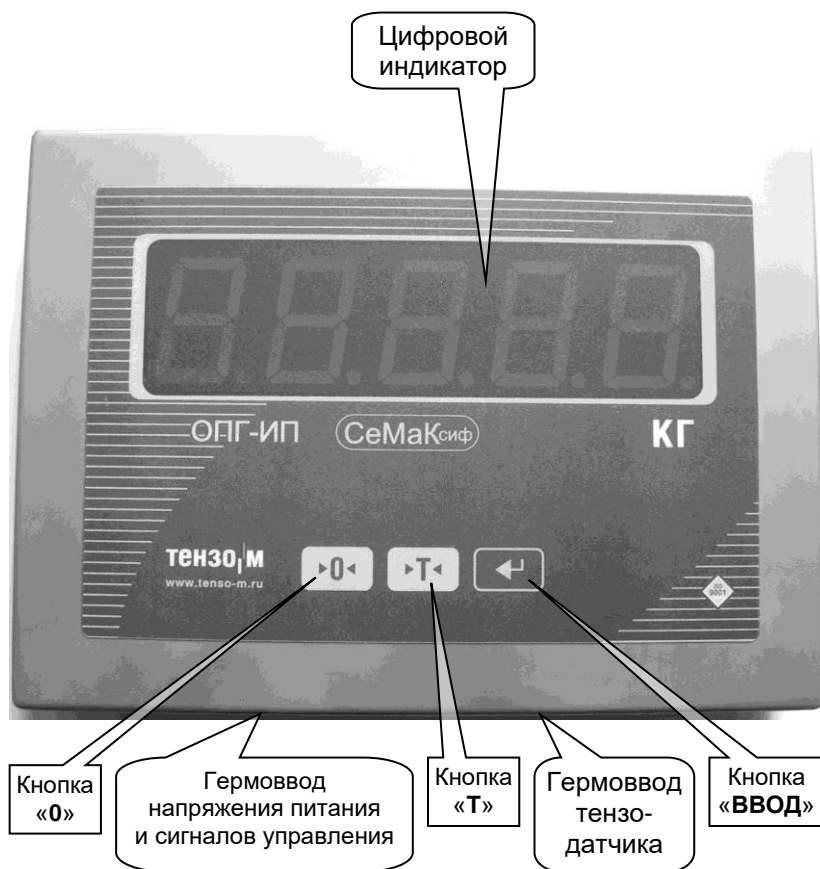
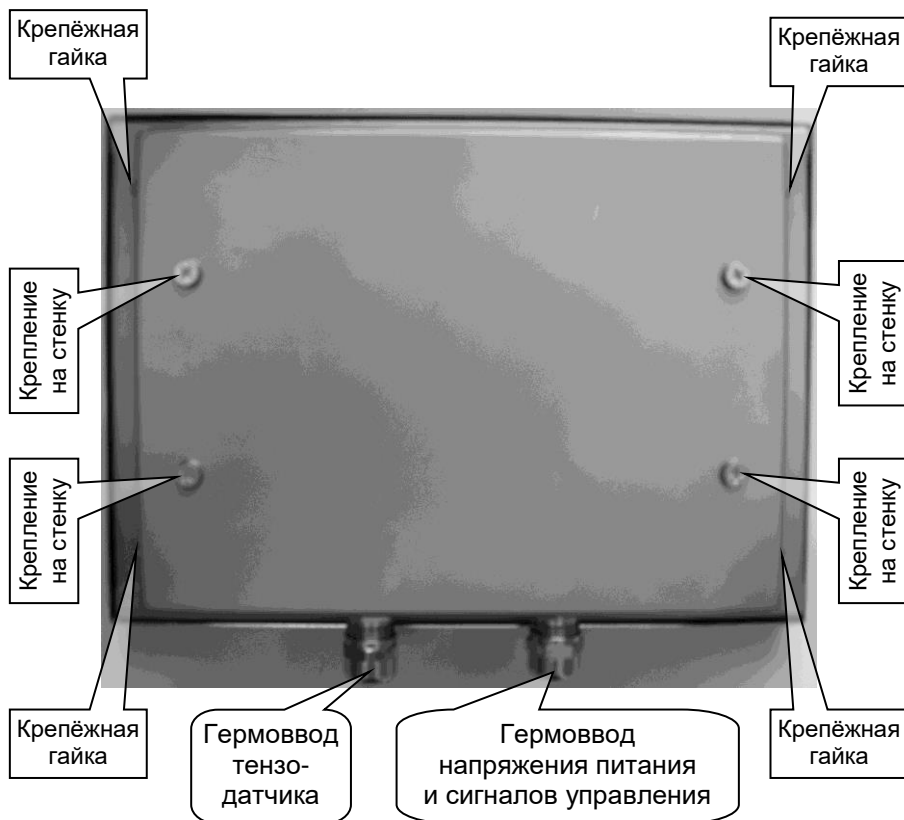
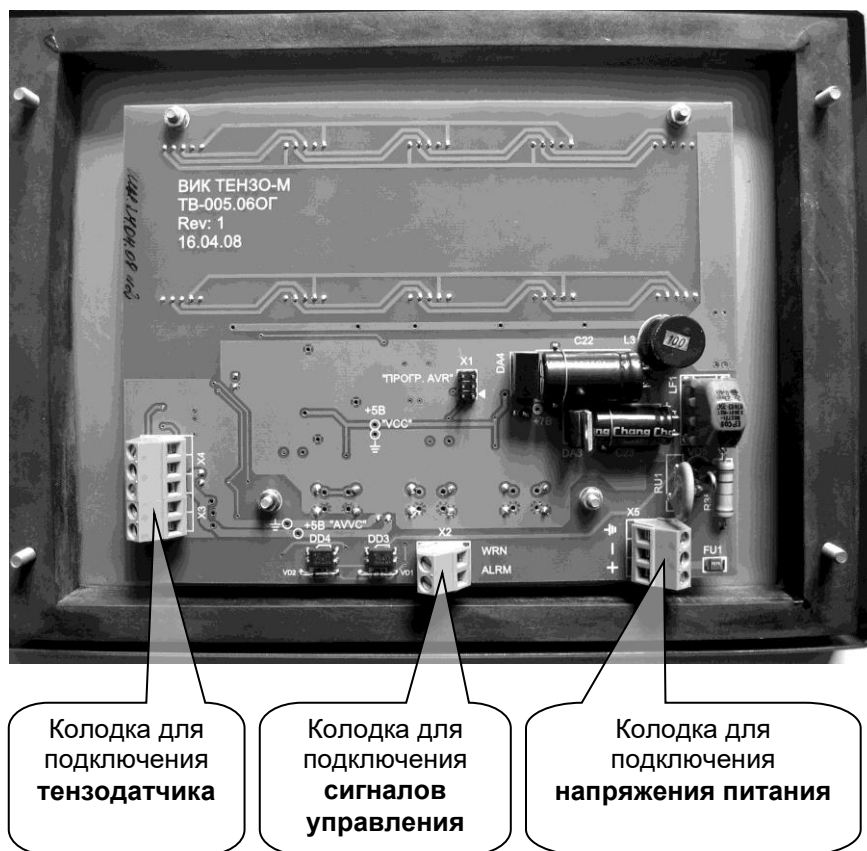

Рис. 4.1. Вид Преобразователя спереди.
Рис. 4.2. Вид Преобразователя сзади.
Рис. 4.3. Вид Преобразователя сзади со снятой крышкой.
На Рис. 4.1 изображён вид Преобразователя спереди.
На Рис. 4.2 изображён вид Преобразователя сзади.
На Рис. 4.3 изображён вид Преобразователя сзади со снятой крышкой.
5.1. Открутите четыре крепёжные колпачковые гайки, соединяющие половинки корпуса (см. Рис. 4.2, стр. 6) и раскройте корпус Преобразователя.
5.2. Подключите тензодатчик весоизмерительной системы к соответствующей клеммной колодке, расположенной внутри Преобразователя (см. Рис. 4.3, стр. 7). Кабель тензодатчика просуньте в корпус Преобразователя через соответствующий гермоввод (см. Рис. 4.2, стр. 6 и Рис. 4.1, стр. 5).
5.3. Подключите внешние нагрузки к соответствующей клеммной колодке, расположенной внутри Преобразователя (см. Рис. 4.3, стр. 7). Кабель нагрузок просуньте в корпус Преобразователя через гермоввод, предназначенный для подключения напряжения питания (см. Рис. 4.2, стр. 6 и Рис. 4.1, стр. 5).
5.4. Подключите кабель, по которому на Преобразователь будет подаваться напряжение питания, к соответствующей клеммной колодке, расположенной внутри Преобразователя (см. Рис. 4.3, стр. 7). Кабель питания просуньте в корпус Преобразователя через соответствующий гермоввод (см. Рис. 4.2, стр. 6 и Рис. 4.1, стр. 5).
5.5. Закройте корпус Преобразователя и установите на место колпачковые гайки, соединяющие половинки корпуса (см. Рис. 4.2, стр. 6).
6.2. После включения Преобразователь выполнит самотестирование, затем на цифровой индикатор (см. Рис. 4.1) будет кратковременно выведено название версии программного обеспечения Преобразователя: «А.8.ххх».